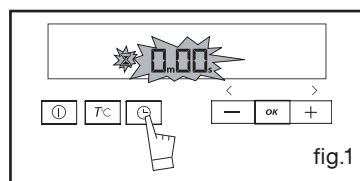

fig.1
- Druk 3 keer op de toets  (fig.1).